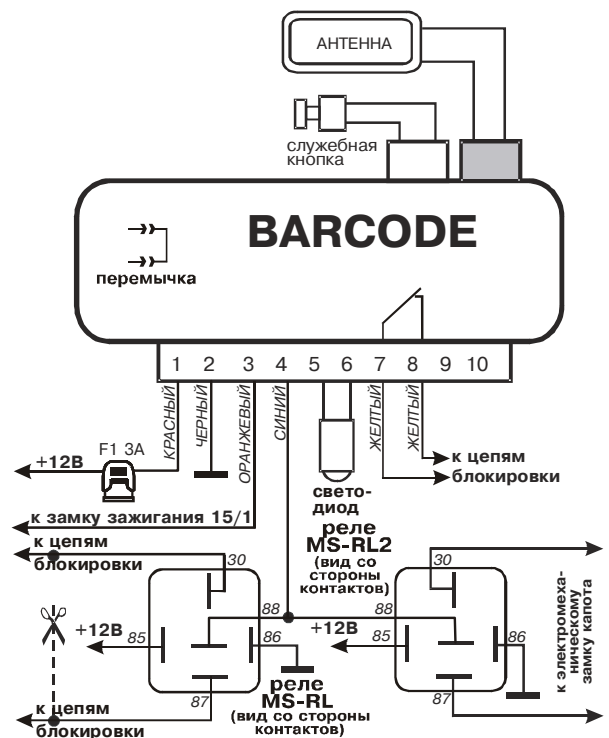

Рис.1. Схема подключения иммобилайзера BARCODE
Иммобилайзер может быть установлен на любой автомобиль с бортовым напряжением 12 В и отрицательным полюсом на корпусе (рис.1).
Звуковые сигналы в системе можно отключить. Для этого надо открыть корпус и снять переключатель со штырей в основном блоке (см. рис.1). Сохраните переключатель, надев на один из штырей.
- установить и подключить MS-RL/MS-RL2 к системе в соответствии со схемой на рис.1;